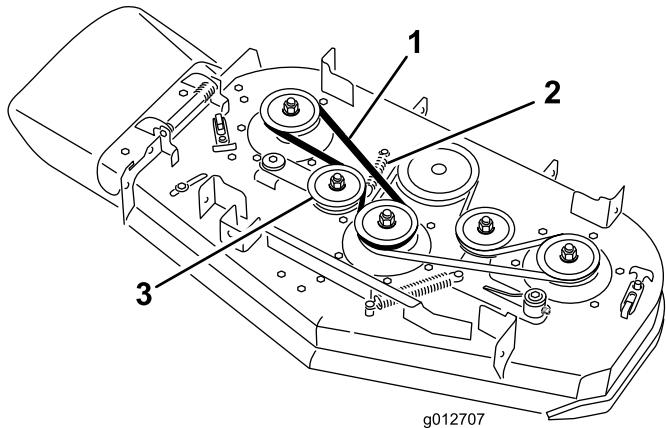

図 65
4. アイドラプーリのアームについているアンカーポストからスプリングを取り外す図 65。
5. ベルトを取り外す図 65。
6. デッキプーリとアイドラプーリに新しいベルトを掛け回す図 65。
7. アイドラプーリのアームについているアンカーポストにスプリングを取り付ける図 65。